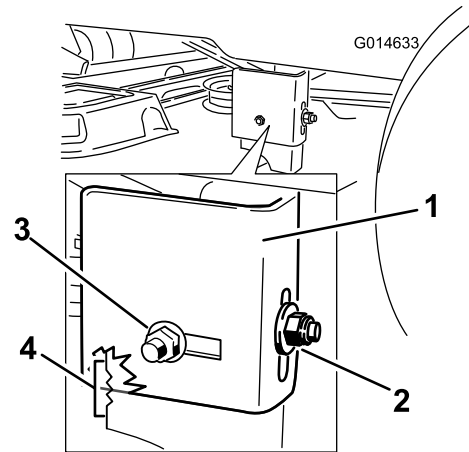

Figura 51
9. Allentate il dado di bloccaggio posteriore sul supporto di sospensione (Figura 51).
10. Allentate il dado di bloccaggio laterale sul supporto di sospensione appena a sufficienza per poter regolare la sospensione (Figura 51). Utilizzate le tacche saldate per prendere le misure delle regolazioni. La superficie di ciascuna tacca corrisponde a 6 mm, mentre un singolo lato corrisponde a 3,2 mm
11. Fermate il piatto di taglio nella posizione regolata e serrate il dado di bloccaggio laterale sul supporto di sospensione per fissare la nuova posizione (Figura 51). Serrate il dado di bloccaggio posteriore sul supporto di sospensione.